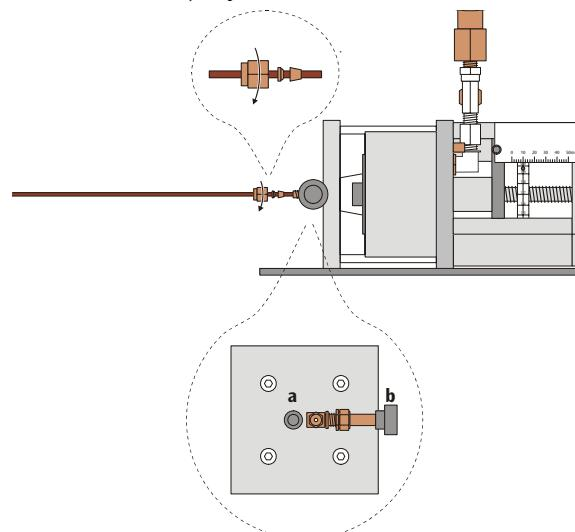

Fig. 3: conexão da tubulação fixa
- Colocar o parafusamento tubular incluído no fornecimento sobre a tubulação começando com a porca de inserção (veja fig. 3, seqüência e direcionamento como indicada no conector de cabos!).